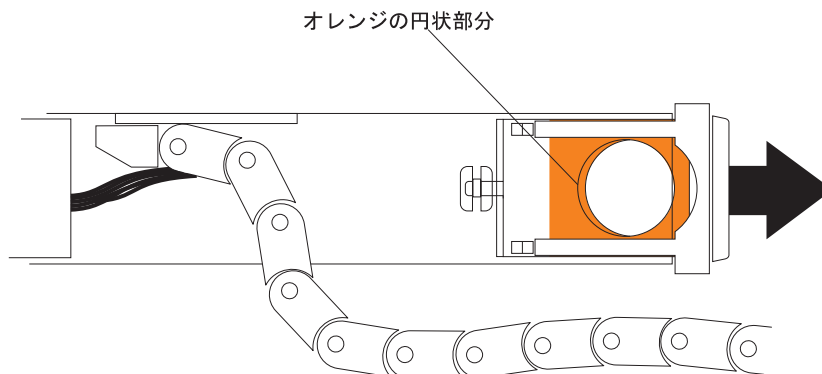

図 95. ドライブ・ドロワーに接続される水平取り付け金具
- b. ドライブ・ドロワーから右のケーブル・チェーンの取り付け金具を切り離します。 オレンジ色のハンドルをつかみ (図 95 を参照)、取り付け金具をドライブ・エンクロージャーから引き出します。